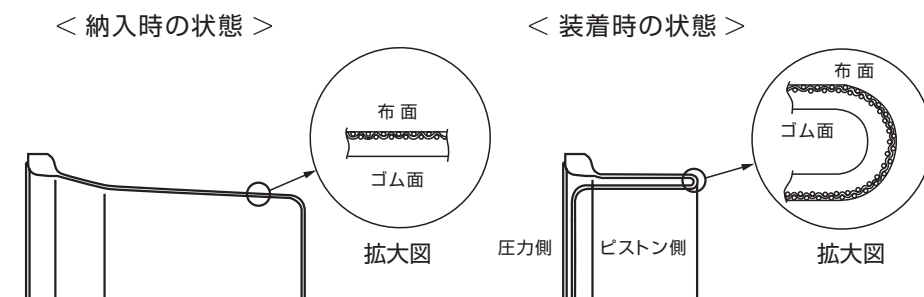
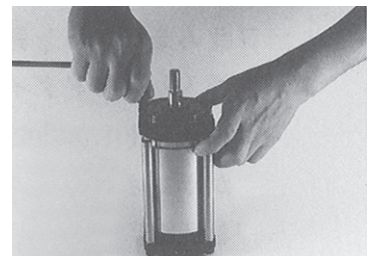
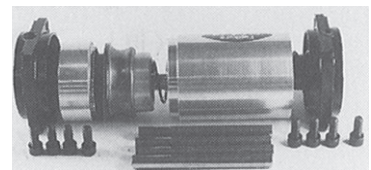

Fig.8
Fig.10
Fig.11
- ① BFダイヤフラムの両面に適当な潤滑剤 (例：二硫化モリブデン粉末) を塗布する。
- ② a) 組み付け用にBFダイヤフラムの環状U溝を形成させるため、BFダイヤフラムの頭部コーナーを、納入状態の山高形状から組み付け状態の形状に反転させる。(Fig.8)
**4-A-3 FCS-40-8 ~ FCS-200-320 分解手順 (Fig.11 参照)**
- ① ボンネットRの六角穴付きボルトを緩める。
- ② ボンネットFの六角穴付きボルトを取り外す。その際、スプリングが入っているモデルは、ボンネットFが飛び出すので注意して下さい。(Fig.10)
注：ピストンAss'yは分解する必要はありません。(Fig.11)
**4-A-4 FCS-40-8 ~ FCS-200-320 組み立て手順 (Fig.11 参照)**
- ① BFダイヤフラムの両面に潤滑剤（例：二硫化モリブデン粉末）を塗布する。
- ② a) 組み付け用にBFダイヤフラムの環状U溝を形成させるため、BFダイヤフラムの頭部コーナーを、納入状態の形状から組み付けの形状に反転させる。(Fig.8)
- ① BFダイヤフラムF,Rの両面に潤滑剤 (例：二硫化モリブデン粉末) を塗布する。
- ② a) 組み付け用にBFダイヤフラムの環状U溝を形成させるため、各BFダイヤフラムの頭部コーナーを納入状態の山高形状から組み付け状態の形状に反転させる。(Fig.8)